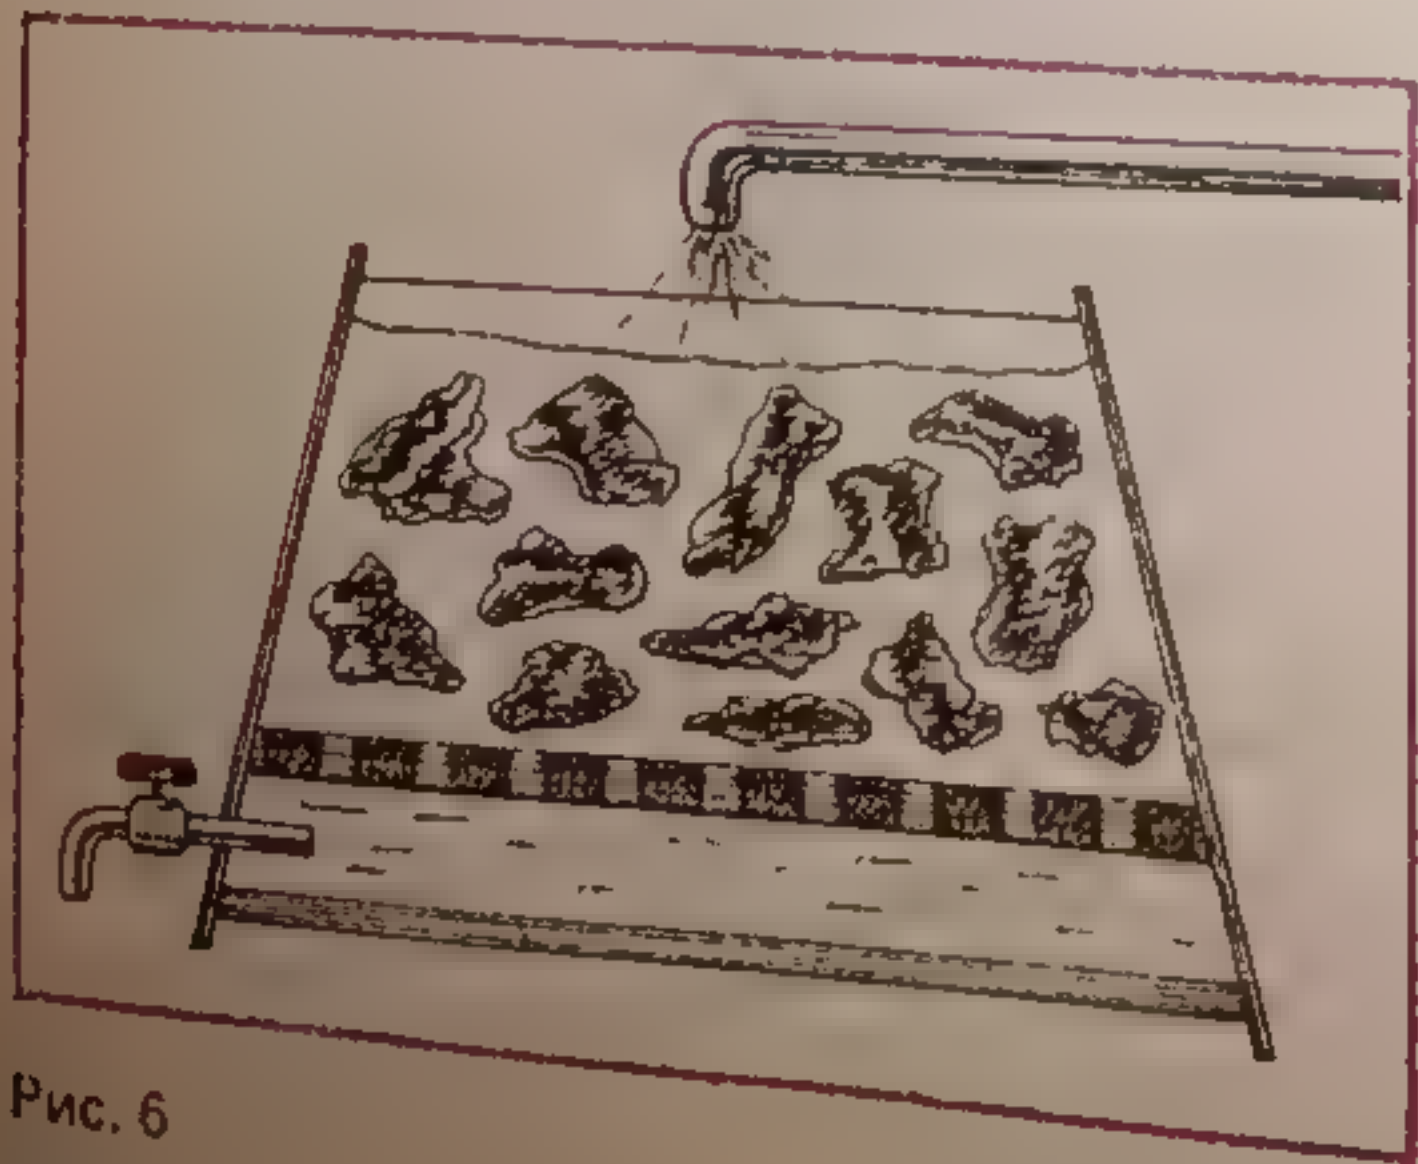

Рис. 6
**Дубильные соки.** Одубину не выбрасывают. Вода не полностью высасывает дубильную кислоту (танин) из коры. Часть ее всегда остается в одубине. Поэтому одубину используют для приготовления сока для залички голя. Этот сок удобнее готовить в чанах с двойным дном (рис. 6), так называемом экстракторе. Второе верхнее дно этого чана представляет собой решетку, на которую загружают одубину. Между решеткой и дном чана сделан кран. Одубину заливают горячей водой, которая вытягивает остатки дубильной кислоты лучше, чем холодная. Потом воду из первого чана через нижний кран сливают в другой аналогичный чан с одубиной. Содержание дубильной кислоты в растворе таким образом усиливается.